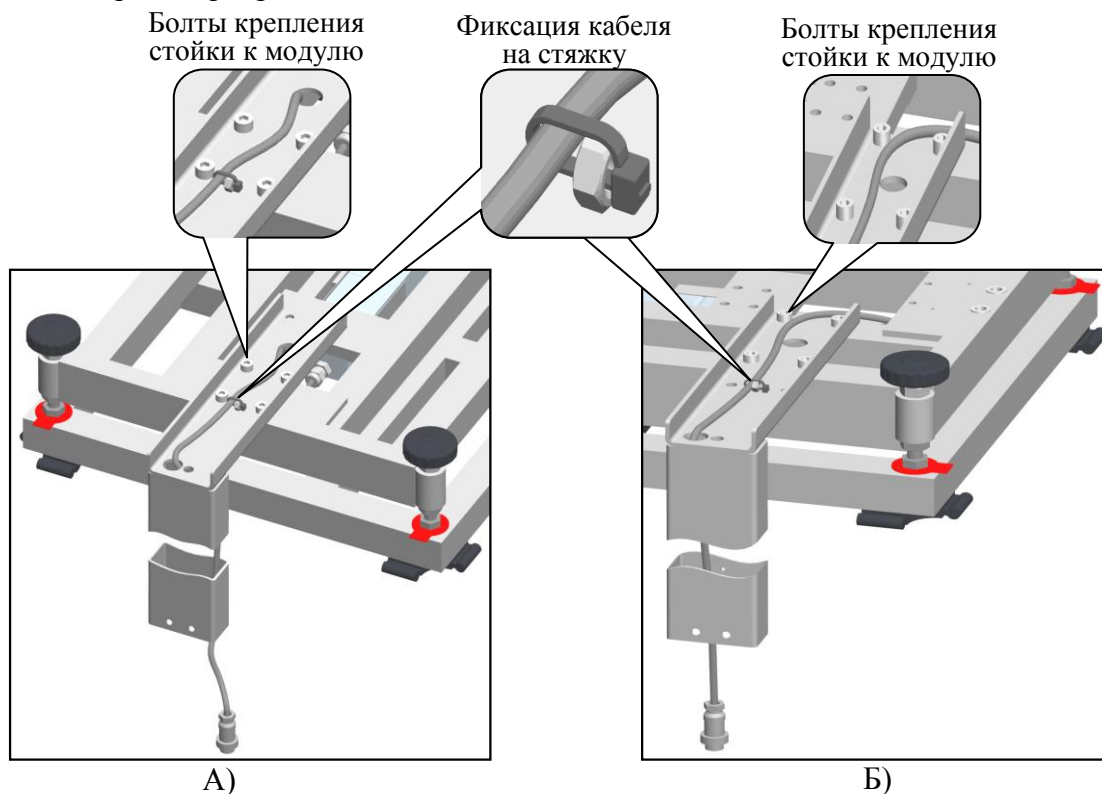

Рисунок 2 – Установка стойки крепления весового терминала.
- В модификациях ТВ-5040N\_3 и ТВ-8060N\_3 закрепите к основанию модуля стандартную стойку (см. рис. 2А).
- В модификации ТВ-5040N\_3п закрепите укороченную стойку (см. рис. 2Б).